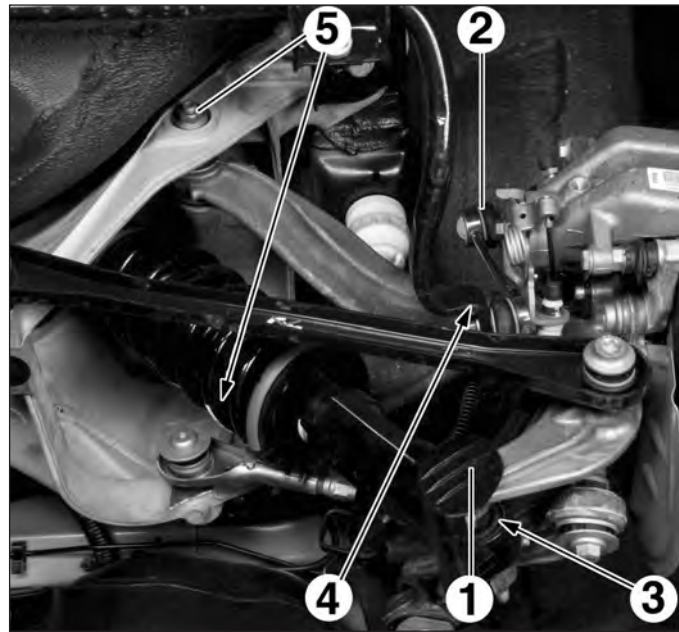

FIG.34
- la protection inférieure (1) d'amortisseur si équipé (Fig.34),
- l'écrou supérieur (2) de la biellette de barre stabilisatrice et l'extraire du porte-moyeu,
- la fixation inférieure (3) d'amortisseur,
- la fixation supérieure (4) du triangle sur le support moyeu.
- les 2 fixations (5) du triangle supérieur sur la traverse de train arrière.